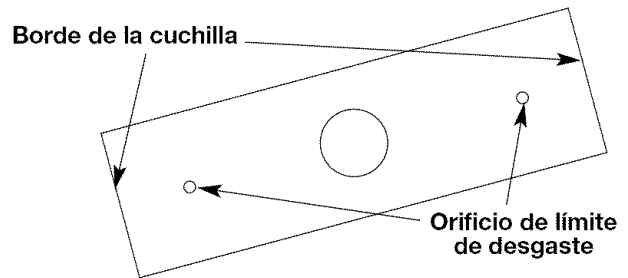

Fig. 18
- Revise el estado de la cuchilla. A medida que se desgasta se pone más pequeña, por consiguiente, se reduce el rendimiento de la profundidad de corte. Reemplácela con una cuchilla nueva cuando la cuchilla se haya desgastado hasta los orificios de límite de desgaste de la cuchilla (Fig. 18).